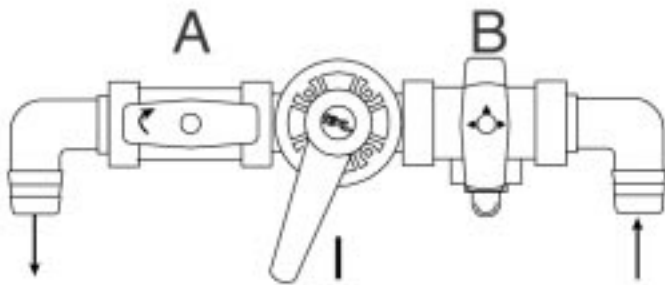

Fig. 3
2.Предварительно промойте установку чистой водой: держите рукоятку реверсивного крана на трехходовом кране (А), оставьте двухходовой кран открытым и установите трехходовой кран (В) как показано на рис.3.